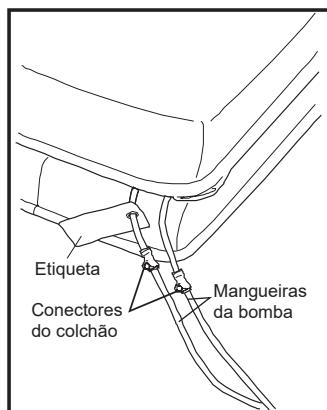

Figura 6
2. Prenda as mangueiras da bomba ao colchão, conforme mostrado à direita (Figura 6):